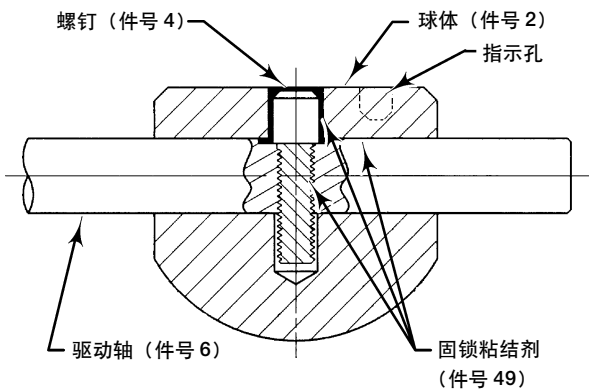

图 21. 带 VTC 陶瓷微切口球体结构的尺寸为 1 英寸、V200 型阀的螺钉的安装
2. 陶瓷微切口球体结构：一个螺钉（图 21 件号 4）用来将球体固定到驱动轴上。
1 英寸陶瓷微切口球阀在带螺纹孔的阀轴上用一螺钉将球体连接到阀轴上。用粘结剂将螺钉固锁在阀轴（图 21 件号 4 和 6）里。